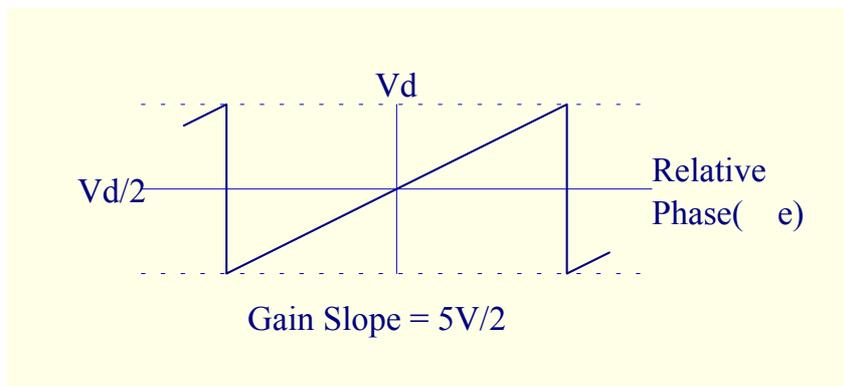
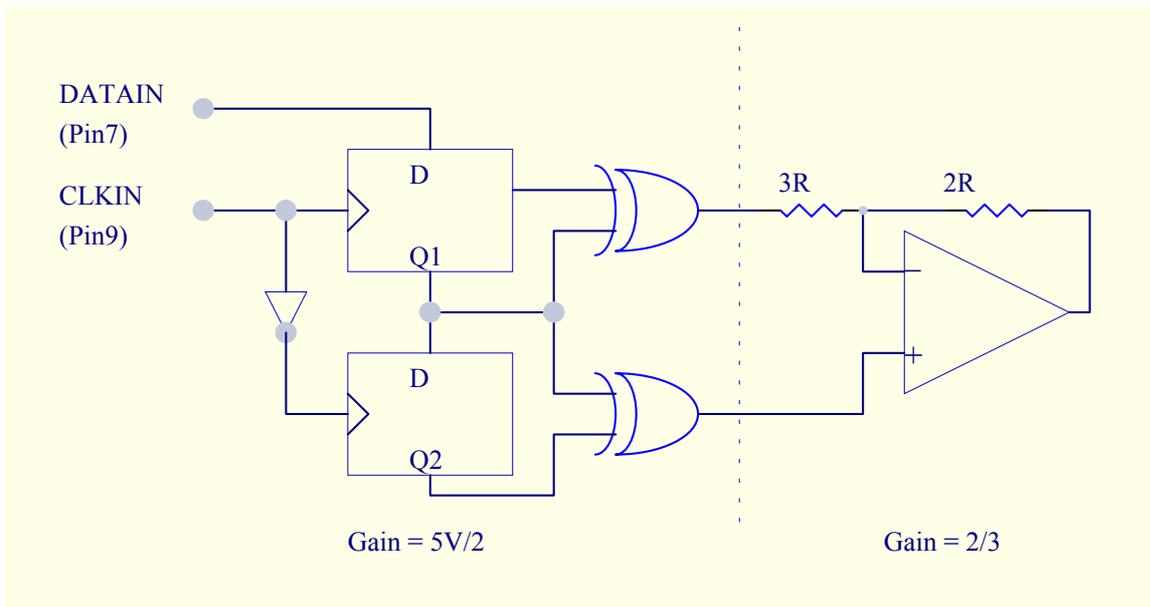

图 5 鉴相器增益
图 6 鉴相器结构
图6所示为鉴相功能的简化电路图，其中包括减小输入数据DATAIN占空比影响的电路。通常，Zi050电路对占空比和占空比的变化不敏感。鉴相器输出一个与DATAIN (Pin 7)和CLKIN (Pin 9)的相差成比例的直流电平 (VD)。VD与DATAIN (Pin 7)和CLKIN (Pin 9)的相差的关系如图 5所示。
从图 5可知VD与相差 θ_e 的斜率为 $5V/2\pi$ 。鉴相器模块还包括一个输出增益级，其增益为 $2/3$ ，并将输入的差分信号转换为单端的直流信号输出。